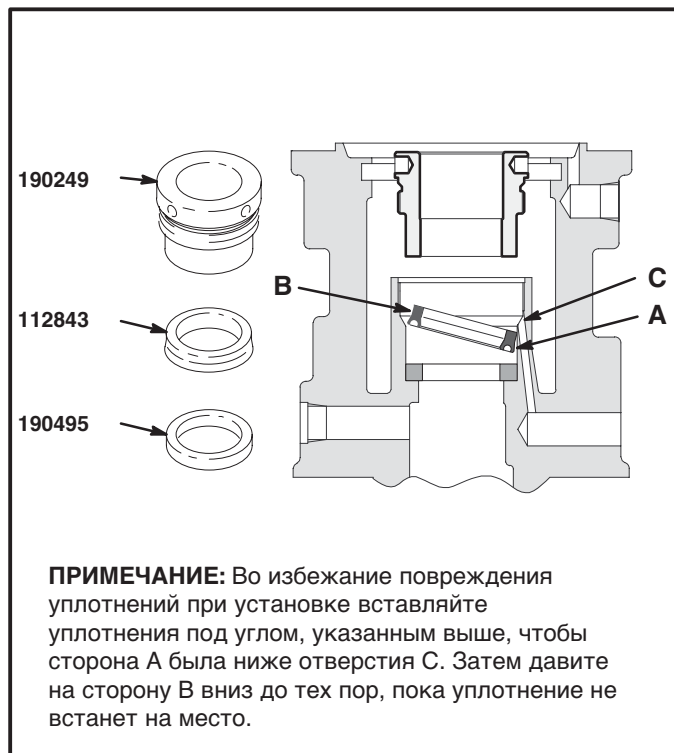

Рис. 4
ПРИМЕЧАНИЕ: См. Рис. 4 на стр. 12 и **Чертёж деталей** на стр. 14.
1. Зажмите насос в тиски и открутите поршневой цилиндр (CC) от основания пневматического двигателя (J). Отодвиньте поршневой цилиндр от пневматического двигателя, чтобы было видно шплинт (DD), фиксирующий соединительный шток поршневого насоса к штоку поршня пневматического двигателя (FF). См. Рис. 4.
2. Снимите шплинт (DD) и открутите соединительный шток насоса (EE) от штока поршня пневматического двигателя (FF). См. Рис. 4. Снимите цилиндр (G) с основания пневматического двигателя (J), как описано в **Разборка** на стр. 8.
3. Снимите жалюзийную решётку для выпуска воздуха (BB) и при помощи гаечного ключа или стержня диаметром 0,22 дюйма (5,6 мм) открутите гайку уплотнения горловины (HH). См. Рис. 4. Снимите шайбу и уплотнение с основания и гайки уплотнения. Почистите участок основания и гайки уплотнения, где находилось уплотнение горловины. Очистите и осмотрите все детали; при необходимости замените.
4. Смажьте уплотнения, шток поршня и фланец поршня негустой водоотталкивающей смазкой. Вставьте шайбу и уплотнение обратно в основание и гайку уплотнения. Проверьте, чтобы лицевая сторона уплотняющих кромок v-образных уплотнений была обращена вниз. См. Деталь В. Неплотно прикрутите гайку уплотнения к основанию. Осторожно переместите шток поршня вниз через уплотнение горловины и опустите поршень, вставив его в основание. Плотно затяните гайку уплотнения. Повторно установите решётку (BB) и цилиндр (G). Повторно соедините двигатель с поршневым насосом.
При повторной установке шплинта (DD) **всегда** расплющивайте палец (головную и хвостовую часть) вокруг штока; общий диаметр расплющивания – до 1 дюйма (25 мм). См. Деталь А на Рис. 4.
См. Рис. 4 на стр. 12 и **Чертёж деталей** на стр. 16.
3. Снимите одну жалюзийную решётку для выпуска воздуха (BB) и при помощи гаечного ключа или стержня диаметром 5,6 мм (0,22 дюйма) открутите гайку уплотнения горловины (HH). См. Рис. 4.